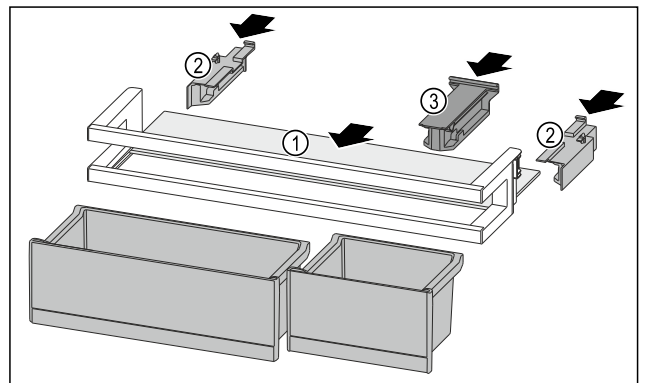

Fig. 94
- ▶ Посуньте полицю Fig. 94 (1) у бічні пази.
- ▶ Вставте бічні елементи Fig. 94 (2).
- ▶ Вставте кріпильний елемент Fig. 94 (3).